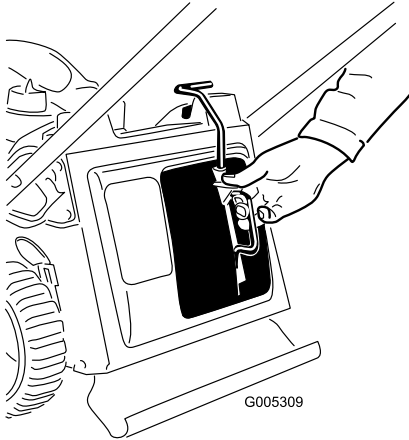
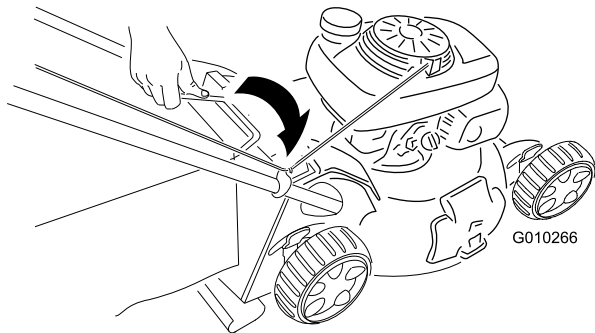

Figure 20
Figure 21
1. Montez l'obturateur Recycler (Figure 20) ou le bac à herbe (Figure 21) sur la tondeuse.